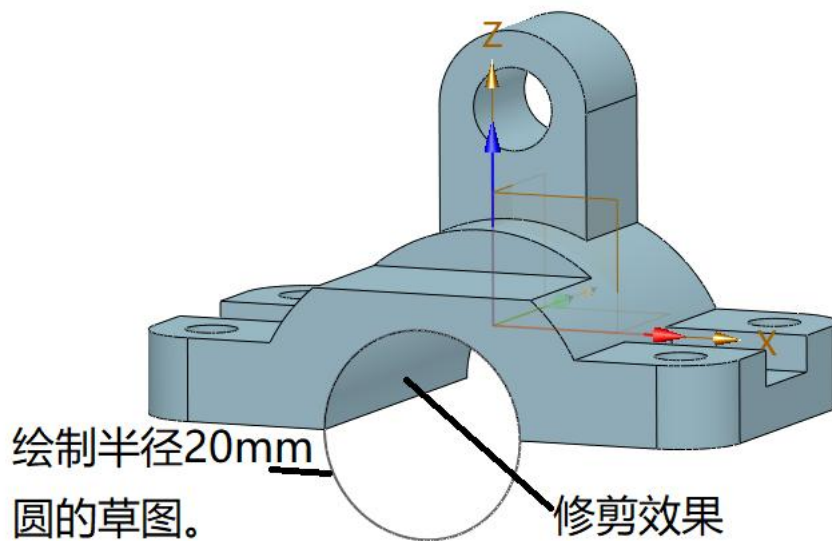

图 7-8 半圆孔绘制
6、底座半径 20mm 半圆孔绘制，在底座前面绘制草图，修剪效果如图 7-8 所示。